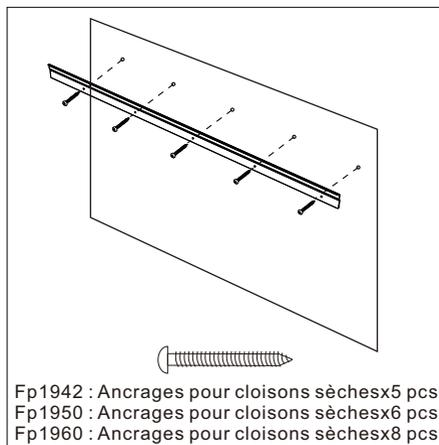

fig.7
2. Alignez le support avec les ancrages et serrez les vis. (fig.7)
6. Alignez le support avec les ancrages et serrez 5 vis. (fig. 7)